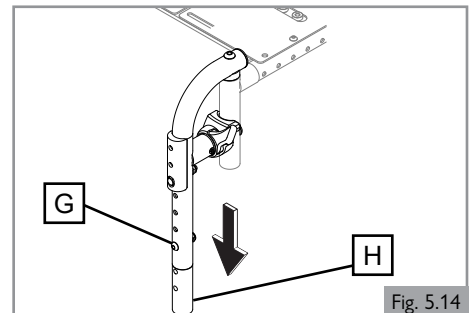

Fig. 5.14
5.9 Réglage des repose-pieds pivotants (Fig. 5.14)